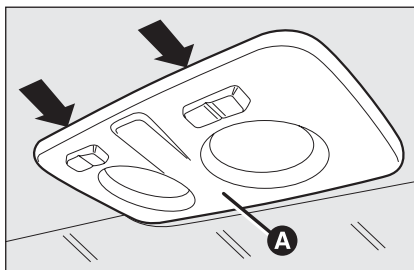
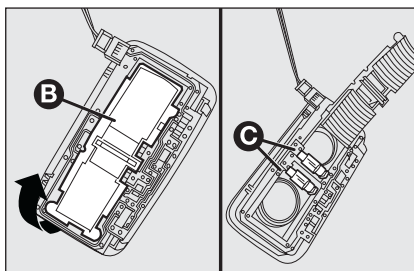

fig. 36
fig. 37
- agir sur les points indiqués par les flèches et enlever le plafonnier **A-fig. 36**;
- ouvrir le volet de protection **B-fig. 37**;
- refermer le volet **B-fig. 37** et fixer le plafonnier **A-fig. 36** dans son emplacement en s'assurant du blocage.